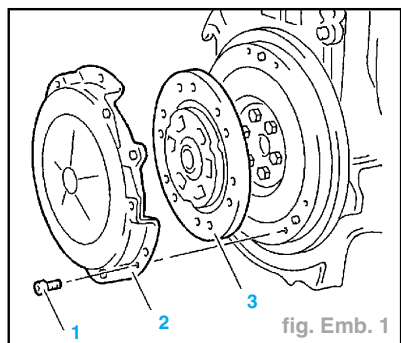

fig. Emb. 1
- Déposer (fig. Emb. 1) :
- les vis de fixation du mécanisme d'embrayage (1),
- le mécanisme d'embrayage (2),
- le disque d'embrayage (3).